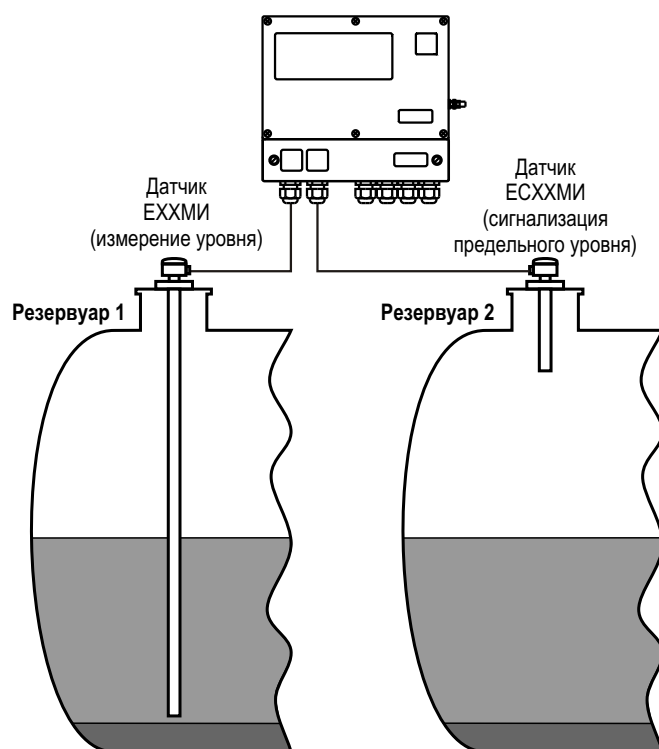

Рисунок 3 – Исполнение 2 – “уровнемер – сигнализатор”
3. По заказу: модуль реле (рисунок 3) из комплекта ИСУ 2000И или модуль реле МР-8 (см. раздел “Модуль реле МР-8”) – 2 шт.